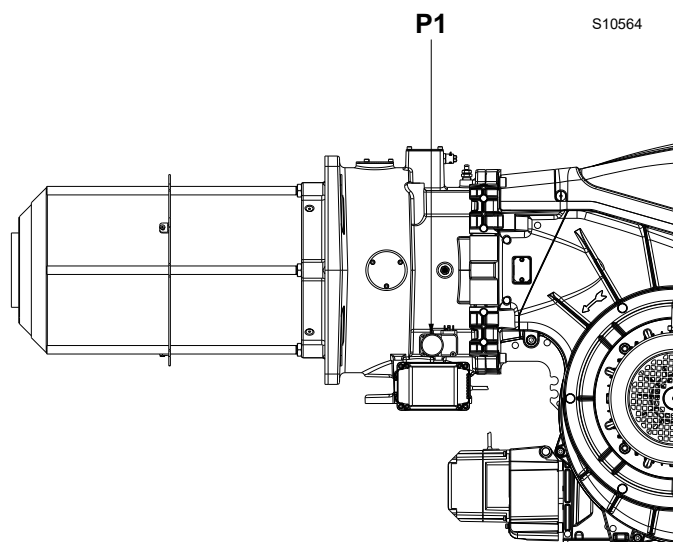

Fig. 27
- sottrarre la pressione della camera di combustione dalla pressione del gas misurata alla presa P1)(Fig. 27).
Per calcolare la pressione del gas richiesta alla presa P1 (Fig. 27), impostare la potenza MAX richiesta dal funzionamento del bruciatore:
- Leggere la pressione alla presa P1 (Fig. 27).
Pressione richiesta alla presa P1 (Fig. 27).